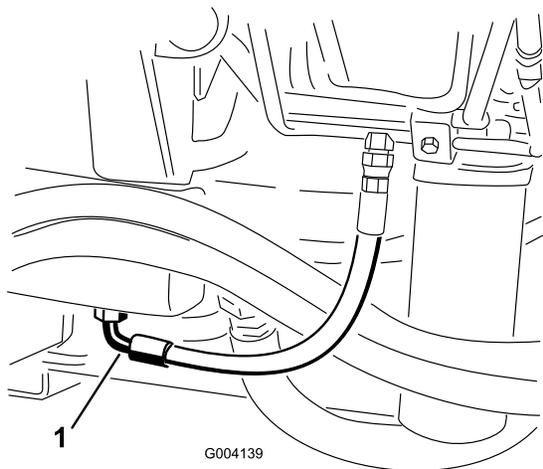

図 77
2. タンク（図 77）の下についているフィッティングの下に、オイルを受ける大型の容器を置く。